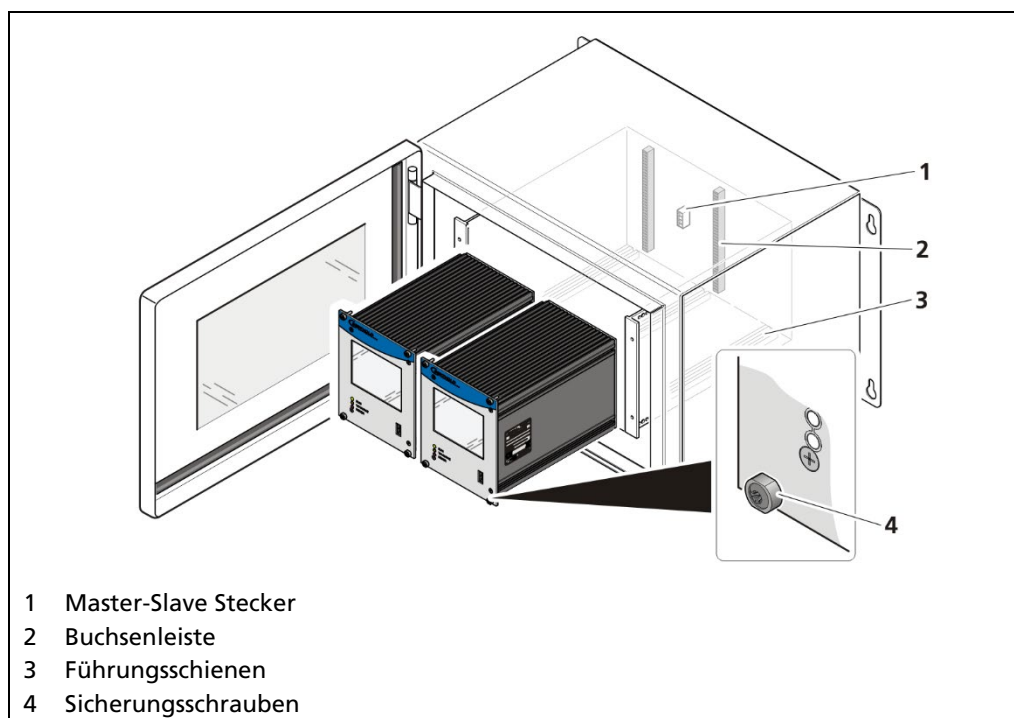

Abb. 14 Einbau der Module (Master-Master)
1. Module in die Führungsschienen setzen und vorsichtig einschieben, bis die Stiftleiste des Moduls in der Buchsenleiste (Abb. 14, Pos.2) eingesteckt ist.
2. Alle Sicherungsschrauben (Abb. 14, Pos.4) anziehen.